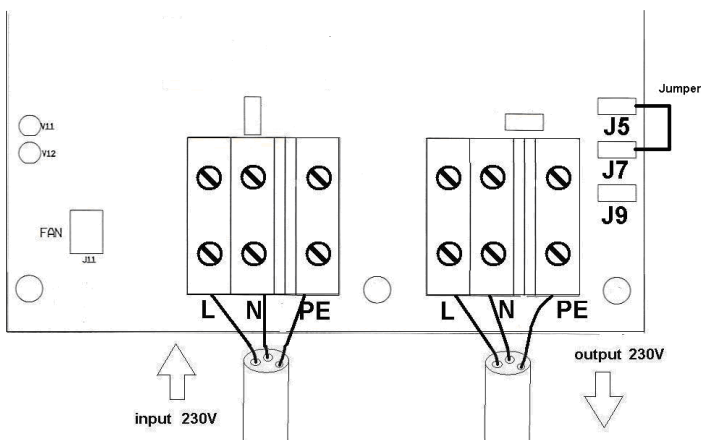

Figure 3: mise à la terre du neutre de sortie
2.3 Mise à la terre du neutre de sortie (figure 3)
Un dispositif de courant résiduel (RCD) ou un disjoncteur différentiel (GFCI) doit être installé sur le câble de sortie du transformateur d'isolement. Pour que ce RCD fonctionne correctement, le neutre de sortie doit être raccordé à la terre (= toutes les parties métalliques du bateau). Pour ce faire, il suffit de placer un cavalier sur les connecteurs-poussoirs mâles J5 et J7 (voir la figure 3) et de mettre à la terre le boîtier du transformateur d'isolement.